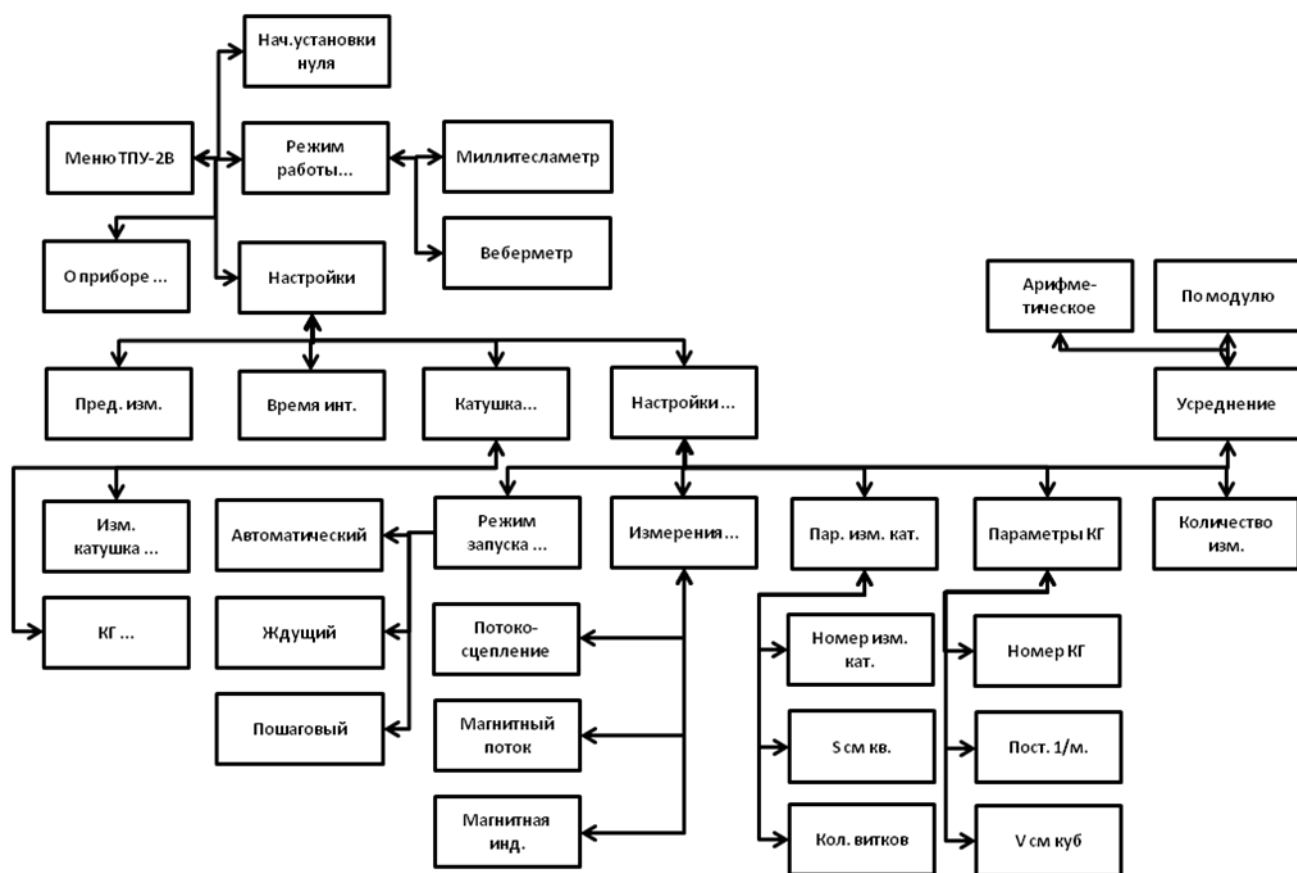

Рисунок 3.3. Структура меню тесламетра-веберметра ТПУ-2В. Режим «Веберметр»
3.1.2 Общая структура меню тесламетра-веберметра ТПУ-2В в режиме работы «Тесламетр» (см. 3.2.1.1) приведена на рисунке 3.2. Режим работы «Веберметр» (см. 3.2.1.2) в части структуры меню отличается лишь деталями, см. рисунок 3.3.